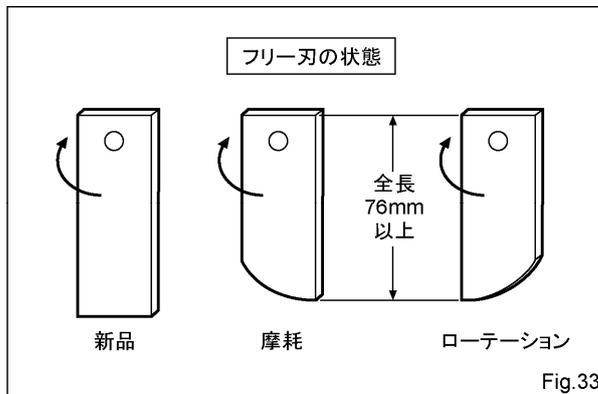

Fig.33
- (6) 軸をフレイルリールブラケット“中”・“端”に通し、フリー刃をローテーション (Fig.33) しながらカラー・フリー刃を組込んでいきます。
- (7) 軸をフレイルリール本体の中央に通し、上記と同じようにカラー・フリー刃を組込み、軸端をフレイルリールブラケットの端に組込みます。
- (8) Springsピン 2 本を工具を用いて軸に打ち込みます。
- (9) 残り軸 3 本に組込んであるフリー刃も同じようにローテーションして組み変えます。